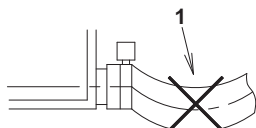

Bild 27
- 2 Metallklämma (2) (medföljer)
- 3 Dräneringsslang (1) (tillbehör)
- 4 Böj spetsen utan att skada tätningsmaterialet (stort) (8)
- 5 Appliceringsriktning för tätningsmaterial (stort) (8)
- 6 Tätningsmaterial (stort) (8) (tillbehör)
- Böj inte dräneringsslangen (1) inuti enheten. **(Se bild 27)**